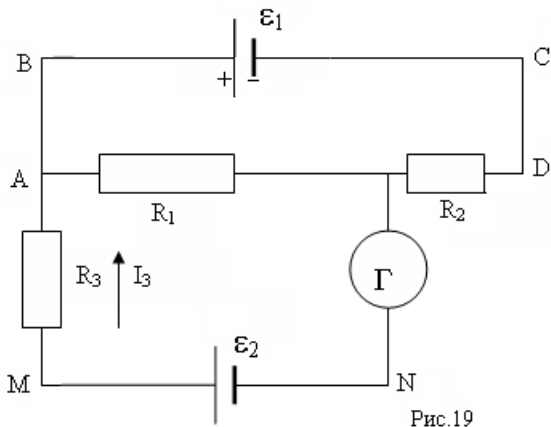

Рис.19
75. Электрическая цепь состоит из двух гальванических элементов, трех сопротивлений и гальванометра (рис.19).